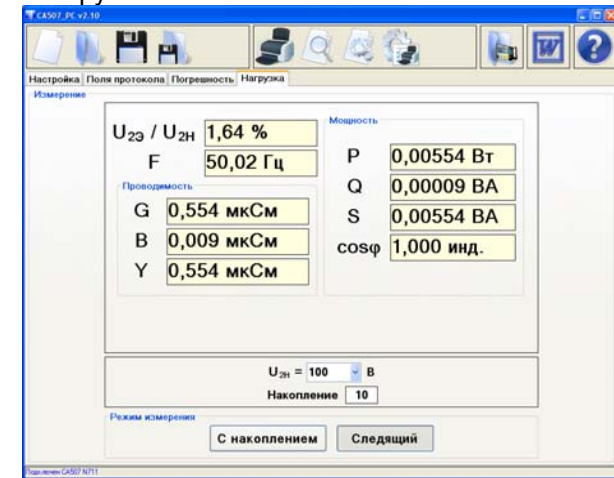

Рисунок 2.8
1) Для підготовки до вимірювання клацнути по вкладці "Нагрузка" (рисунок 2.8). Встановити значення номінальної вторинної напруги ТН еталонного U_{2H} (рисунок 2.8), для чого в полі " U_{2H} " обрати значення зі списку або ввести за допомогою клавіатури. При вимірюваннях характеристик магазинів навантажень, в полі " U_{2H} " слід вводити значення номінальної напруги магазину навантаження.